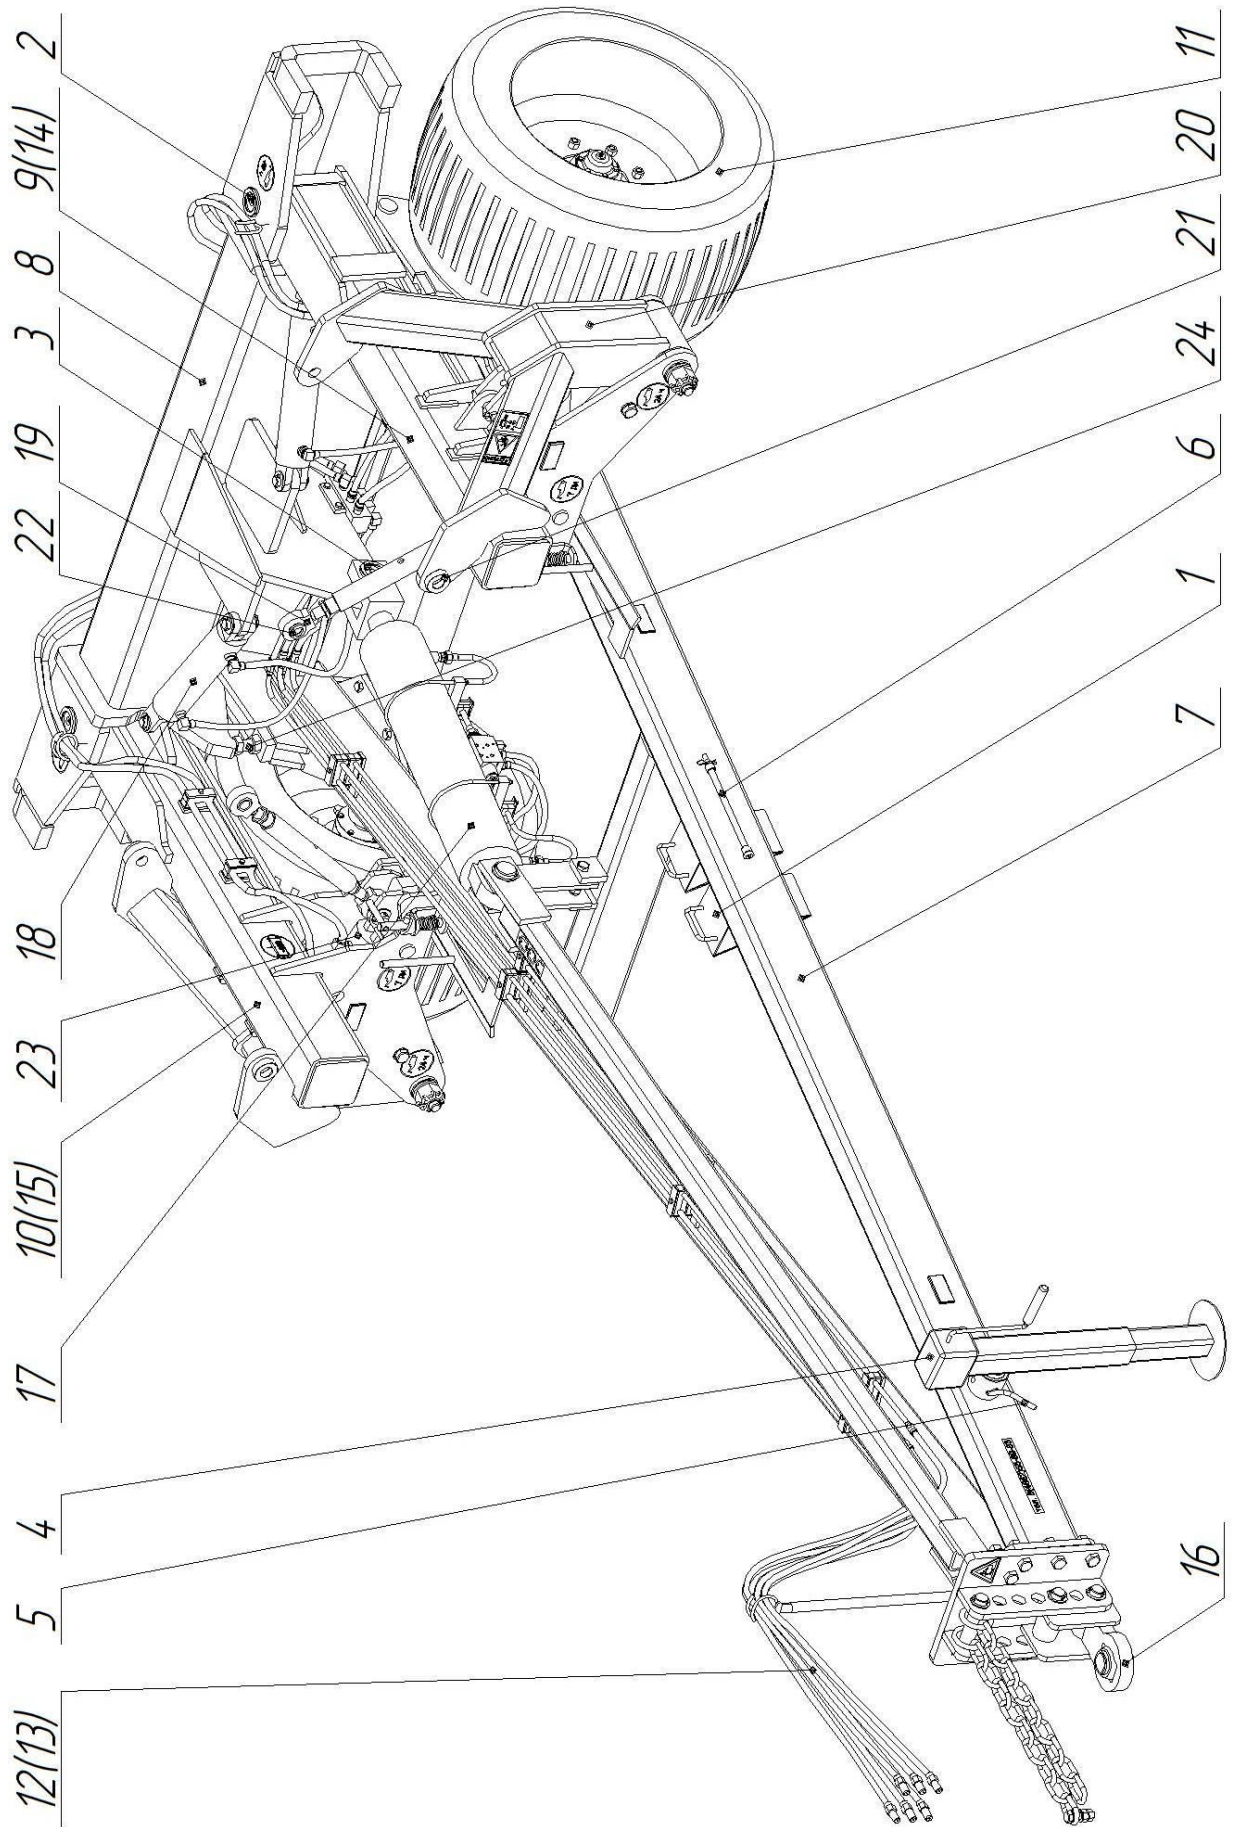

Рисунок 2 - Сложенное транспортное положение рамы РН-8
Примечание – смотрите рис. 2.
2.3.2 Основным установочным и скрепляющим узлом рамы РН-8 является остов 7 (см. рис. 2). Прицепное устройство (серьга 16) расположено в передней части остова и оснащено страховочными цепями. Снизу к остову 7 крепится с помощью фланцев шасси 11. Сверху на остов крепится балка средняя 8, имеющая возможность вращаться на $\approx 90^\circ$ в вертикальной плоскости. Поворот в вертикальной плоскости обеспечивается гидроцилиндром 17, также установленным на остове 7. С левого и правого торцов балки средней 8 установлены соответственно крыло левое в сборе 9(14) и крыло правое в сборе 10(15). Крылья с помощью цилиндров 18 имеют возможность поворачиваться на $\approx 90^\circ$, выстраиваясь в прямую линию вместе со средней балкой. Для агрегатирования измельчителей РН-4 на крыльях предусмотрены талреп 19, навеска 20 и шайбы 21 и 22. Регулировка длины талрепа осуществляется рукояткой 6. Вылет навески 20 регулируется цилиндром 23, который при работе обеспечивает копирование рельефа. Болты 24 необходимы для регулировки высоты крыльев.
- гидроцилиндрами 18 повернуть крылья рамы РН-8. При работе необходимо следить за соударением измельчителей РН-4 и, при необходимости, разводить секции в стороны цилиндрами навески 23(рис.2).
2.3.3.2 Складывание в транспортное положение (рисунок 2):
Если при складывании рамы РН-8 крылья ударяются о фиксаторы и не доходят до положения, в котором срабатывает защелка, необходимо поднять крылья с помощью болтов 24 см. рис. 2 (ослабить контргайку и повернуть болт против часовой стрелки). Нужно обеспечить заход крыльев до положения, в котором срабатывают защелки. Если крылья слишком высоко проходят над фиксатором и защелки не срабатывают, необходимо опустить крылья (повернуть болт 24 по часовой стрелке). После регулировки необходимо затянуть контргайку.
3.3.1 Подвести трактор задним ходом к серьге 16 (рисунок 2) и сцепить раму РН-8 с трактором. Поднять стойку 4 вверх, зафиксировав ее стопором 5.
3.3.6 Совместить проушины талрепов 1 с отверстиями в раме измельчителей РН-4 путем вкручивания/выкручивания талрепа с помощью рукоятки 6 (рис. 2). Зафиксировать штырями.
3.3.9 Работа начинается с плавного набора необходимой скорости (см. табл. 1) и одновременного заглубления рабочих органов РН-8. В конце гонки необходимо выглубить гидроцилиндрами 23 (см. рис. 2) измельчители РН-4 из почвы и развернуться на следующую гонку.
4.1 Все работы по техническому обслуживанию необходимо производить либо без агрегатированных на раму РН-8 культиваторов, либо с измельчителями, но в рабочем (разложенном) положении, на ровной площадке с установленными под колеса рамы РН-8 противооткатами 1 и установленной в стояночное положение стойкой 4 (рис. 2).